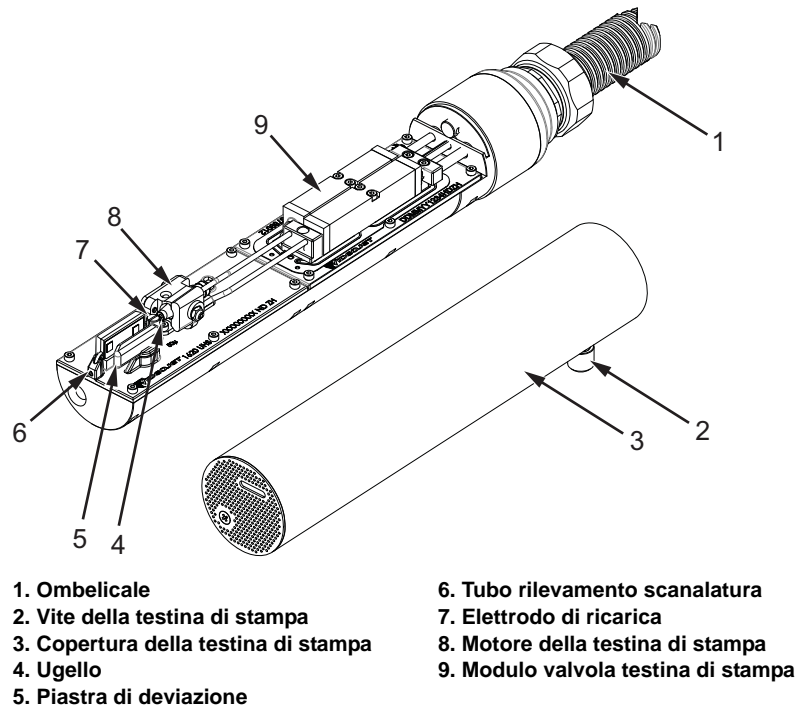

Figura 6-4: Testa di stampa
- 3 Allentare la vite della testa di stampa (voce 2, Figura 6-4 a pagina 6-9) per rimuovere la protezione (voce 3).
- Cavo di rilevamento della scanalatura (voce 6, Figura 6-4).